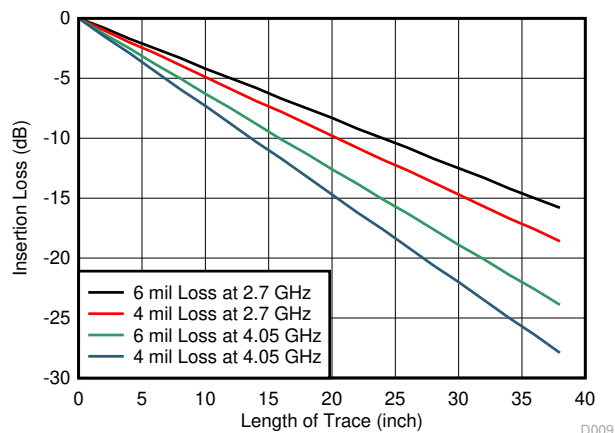

図 8-5. FR4 PCB パターンの挿入損失
- DisplayPort 入力 (A) および出力 (B) チャンネルの損失プロファイルを決定します。6mil パターン挿入損失については、図 8-5 を参照してください。
- DP 入力 (C) と出力 (D) のチャンネルとケーブルの損失プロファイルを決定します。6mil パターン挿入損失については、図 8-5 を参照してください。